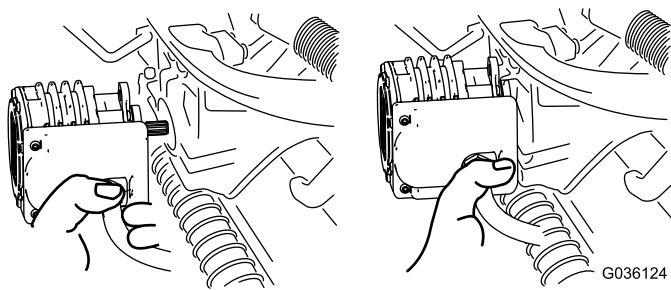

Рисунок 36
- Переместите электродвигатель на место хранения на передней стороне рычага подвески (Рисунок 36).